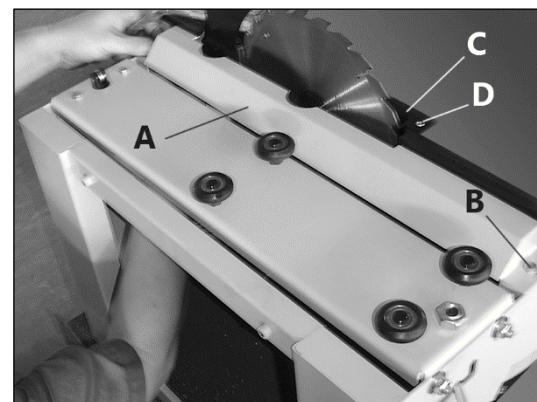

Рисунок 15.
- откройте боковую панель корпуса, чтобы снять накладку **А** (рис. 15), открутив два болта **В**, для доступа к внутреннему кожуху пильного диска и расклинивающему ножу;
- прикрутите накладку **А** (рис. 15) и установите подвижный стол;
- Отведите подвижную панель до упора и открутите два болта **В**, чтобы снять накладку **А** (рис. 15) и получить доступ к пильному диску и расклинивающему ножу.
- Установите на место накладку **19** (рис. 15) и подвижный стол.